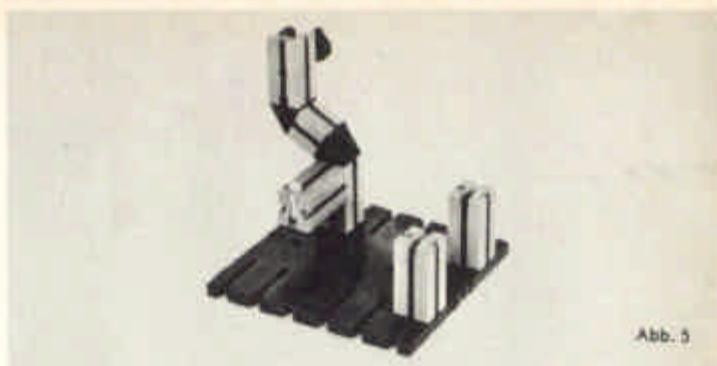

Abb. 5
4. Opbouw van het mechaniek voor de muntinworp volgens afb. 5 en 6. De munt valt door gleuf J op de balansbalk K, die de slagveer L (bij voldoende gewicht van de munt) op de contactpen M drukt. Het vereiste munt-gewicht kan worden afgesteld door verstelling van contragewicht N aan de balansbalk of door hoogteverstelling van de contactpen M.